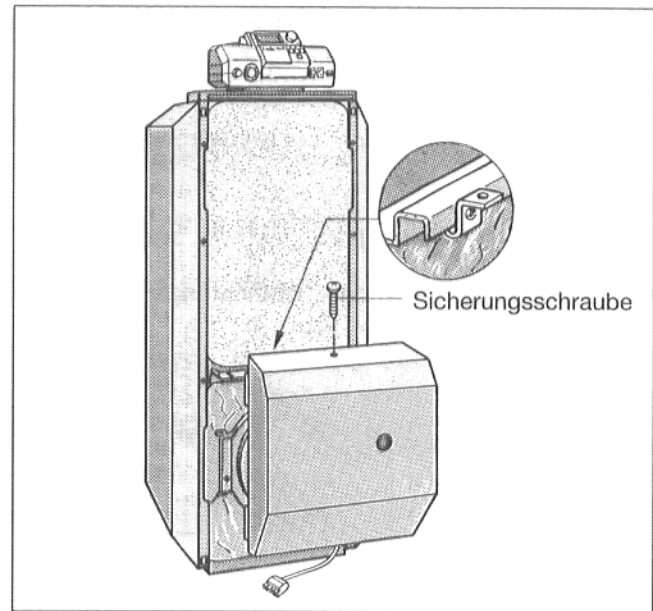

Abb. 29
- Winkelschnappmutter mittig auf die Halteschiene der vorderen Traverse aufstecken (Abb. 29).
- Brennerhaube in Halteschiene der Traverse einhängen (Abb. 29).
- Sicherungsschraube von oben in Haubenmitte und Schnappmutter eindrehen (Abb. 29).